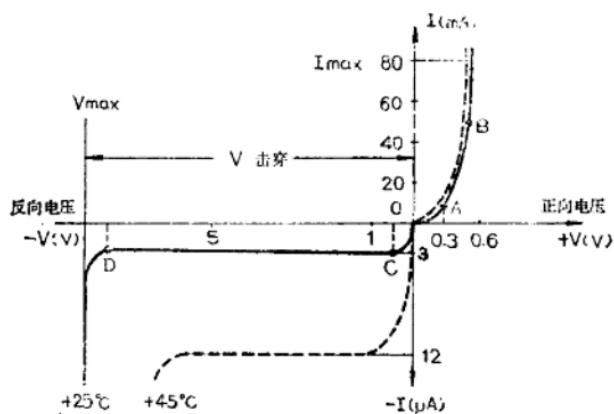
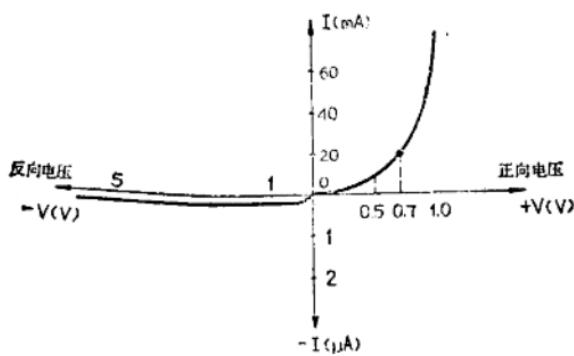

图 1-8
图 1-9
加到二极管两端的电压与通过二极管电流的关系曲线，叫晶体二极管的伏安特性。图1-8为锗二极管典型伏安特性曲线。图1-9为硅二极管典型伏安特性曲线。图中，横轴表示电压，原点右侧轴线代表正向电压值（伏），左侧代表反向电压值（伏）；纵轴表示电流，原点上部为正向电流值（毫安），下部为反向电流值（微安）。
来描述，现以图1-8为例说明如下。
a. 当 $V = 0$ 时, $I = 0$ (图1-8中原点 0)
b. 当正向电压从 0 向 +0.3 伏增加时 (图1-8中 O—A 曲线段)
c. 当正向电压由+0.3伏再增加时(图1-8中A—B曲线段)
随着正向电压继续上升(如图1-8中B点以后)，正向电流也将急剧增大，当电流超过二极管的最大极限值时(如图中 I_{max})，二极管将损坏。所以在使用时要注意正向电流不能大于这个极限值。
a. 当反向电压从0到-0.5伏变化时(如图1-8中O—C曲线段)
b. 当反向电压加到-0.5伏以后时(图1-8中C—D线)